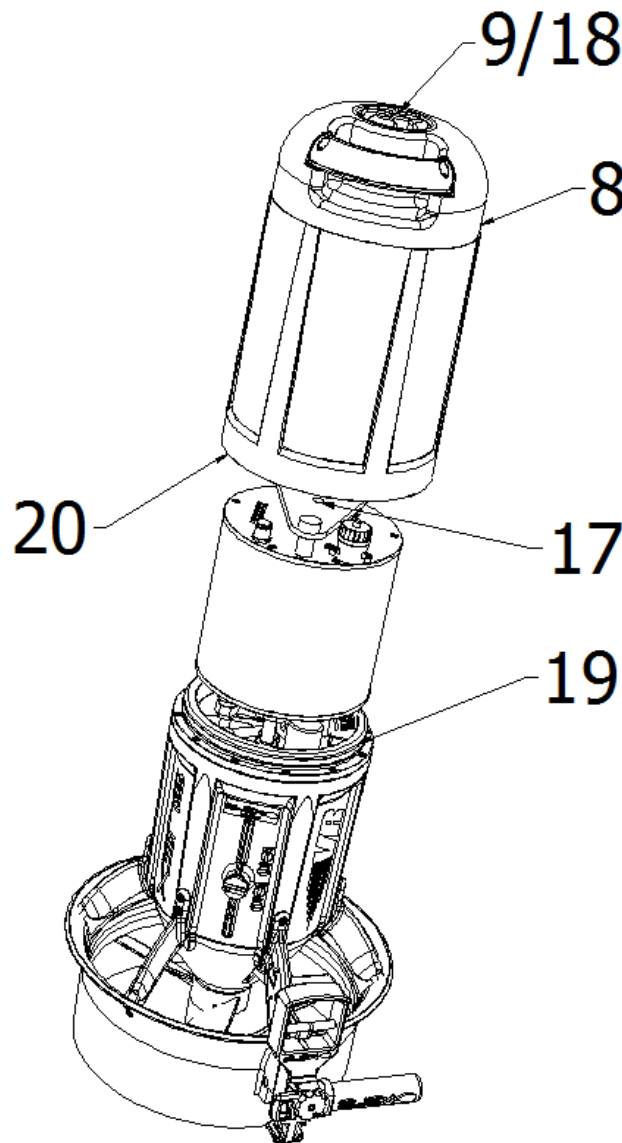

Fig.5 - Chiusura del vano batteria
Sempre con lo Scooter in posizione verticale controllare attentamente che la guarnizione OR di chiusura (19 - Fig.5), sia inserita nella propria sede, pulita ed adeguatamente lubrificata con olio di vaselina. Verificare la pulizia anche della sede del corpo (20), eventualmente passare un panno in microfibra pulito per eliminare tracce di polvere o sabbia. Inserire il musone (8) facendo combaciare la vite (18) con il foro (17). Ruotare in senso orario il volantino (9) fino a chiusura completa evitando di stringere troppo, usando la sola forza delle dita.